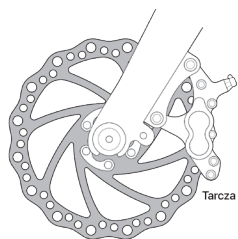
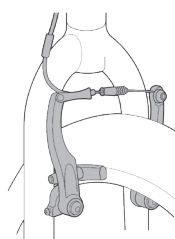

fig. 14
fig. 15
1. Jeśli rower jest wyposażony w hamulce szczękowe, odłącz szybkoszamykacz hamulca, aby zwiększyć odstęp pomiędzy oponą a klockami hamulcowymi (zobacz Rozdział 4.C. rys. 14 do 17, s. 20 i 21).
1. W przypadku rowerów z przerzutkami: ustaw tylną przerzutkę na najwyższe przełożenie (najmniejsza, najbardziej zewnętrzna tylna zębatka). Jeśli rower jest wyposażony w przekładnię w tylnej piaście, przed rozpoczęciem zdejmowania tylnego koła skontaktuj się ze sprzedawcą lub zapoznaj się z instrukcjami producenta piasty. Jeśli rower jest wyposażony w jedno przełożenie oraz hamulec szczękowy lub tarczowy, przejdź do kroku (4) poniżej.
2. Jeśli rower jest wyposażony w hamulce szczękowe, odłącz szybkozamykacz hamulca, aby zwiększyć odstęp pomiędzy obręczą koła a klockami hamulcowymi (zobacz Rozdział 4.C. rys. 14 do 17, s. 20 i 21).
3. Niektóre hamulce rowerowe, takie jak hamulce tarczowe (rys. 14) i hamulce szczękowe typu V-brake (rys. 15) są bardzo silne. Podczas poznawania tych hamulców należy zachować szczególną ostrożność i obsługiwać się z nimi rozważnie w trakcie użytkowania.
Upewnij się, czy możesz wygodnie dosięgnąć dźwigni hamulcowych i wcisnąć je. Jeśli masz zbyt małe ręce, aby wygodnie operować dźwigniami, przed rozpoczęciem jazdy na rowerze skontaktuj się ze sprzedawcą. Odległość dźwigni od kierownicy może zostać dostosowana lub może się okazać, że konieczne jest zastosowanie innej konstrukcji dźwigni hamulcowej. Większość hamulców szczękowych posiada pewien rodzaj szybkozamykacza w celu stworzenia wystarczającego luzu między oponą a klockami podczas zdejmowania lub zakładania koła. Gdy szybkozamykacz hamulca znajduje się w pozycji otwartej, hamulce nie działają. Skonsultuj się ze sprzedawcą w celu upewnienia się, że rozumiesz działanie szybkozamykacza hamulca w rowerze (zobacz rys.14, 15, 16, 17 i 18) i sprawdzaj przed każdą jazdą, czy oba hamulce działają poprawnie.